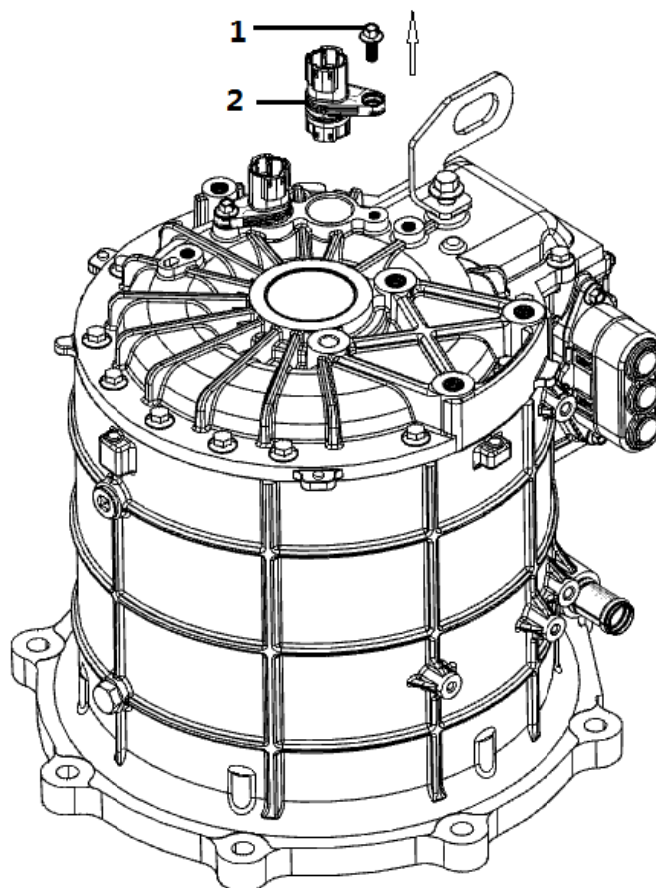

图2
② 用扳手将M6*10六角头螺栓(1)扭下来。
② 将旋变接插件(2)取出来,斜口钳将旋变接插件中间部分取下。
③ 取新的旋变接插件连上旋变引线端插件,在旋变接插件装配面涂上一层润滑油,箱体配合孔也涂上一层润滑油。再将旋变接插件插入后箱体配合孔内。最后将M6*10六角头螺栓(1)扭上,扭力为12 N·m。见图2。